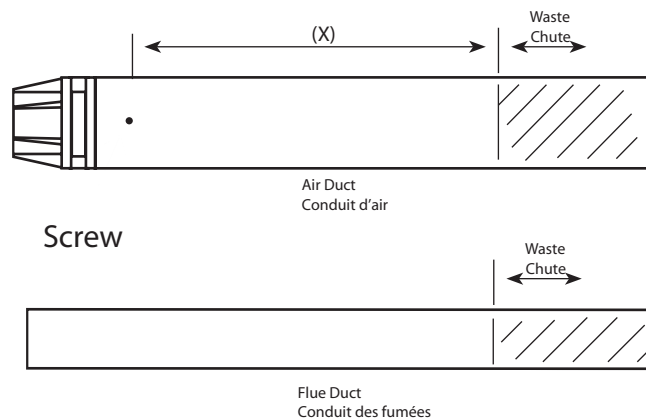

Fig. 3
3. Taking the air duct, mark dimension X as shown (Fig. 3). Measure the length of waste material, and transfer the dimension to the flue duct (Fig. 3).
3. En prenant le conduit d'air, marquer la cote X (voir Fig.3). Mesurer la longueur de la chute et la transférer sur le conduit des fumées (Fig.3).